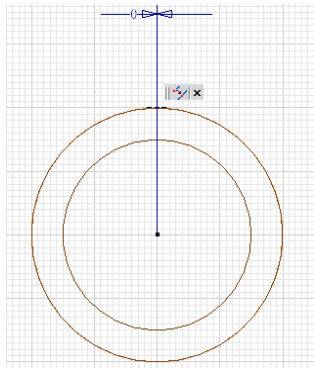
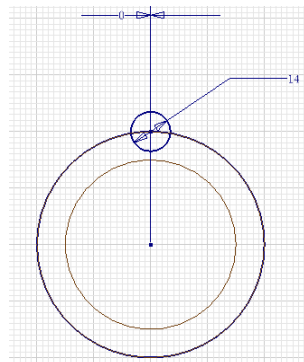

图 6-17 绘制点并添加约束
图 6-18 绘制圆形
② 单击【草图】标签栏【绘图】面板上的【点】工具按钮，在任意位置绘制一个点，通过【重合】约束工具将该点约束到圆上，通过将其与圆心的水平距离标注为 0 值将其限制到圆的中心线上，如图 6-17 所示。然后选择【圆】工具以该点为圆心绘制一个圆形，标注直径为 14，如图 6-18 所示。